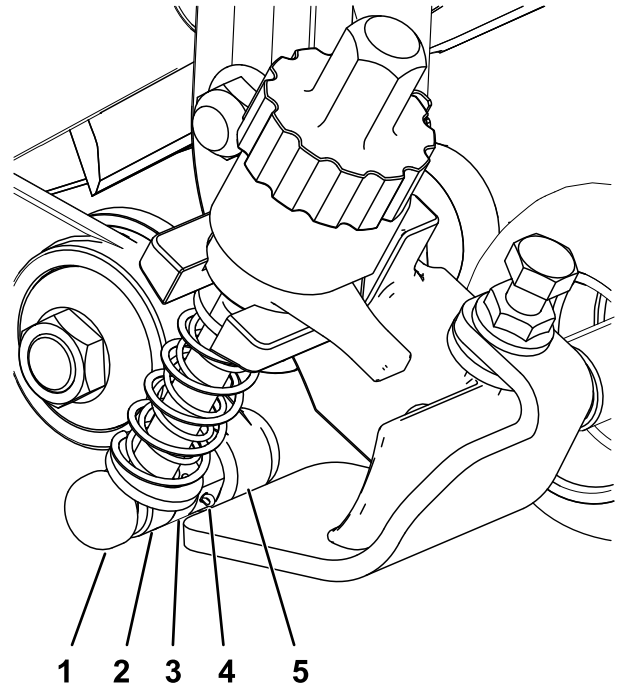

图11
3. 在怠轮总成侧，将剪草高度支架的调整臂杆与怠轮总成上的调节环对准，然后用调节销和开口销固定（图11）。